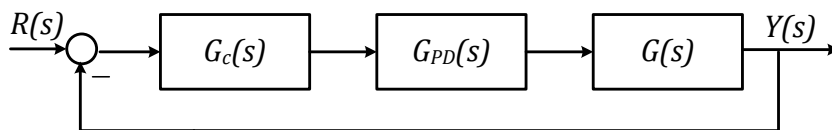

Figura 4: Sistem de control în buclă închisă
1. Proiectați un regulator proporțional-derivator (PD) ideal $G_{PD}(s) = K_P + K_D \cdot s$, astfel încât polii dominanți ai sistemului închis să fie localizați la $r_{1,2} = -3 \pm 3j$ (în Figura 4, pentru această etapă $G_c(s) = 1$).
3. Adăugați și calculați un regulator cu funcția de transfer $G_c(s) = \frac{s+z}{s+p}$, cu $0 < p < z$ (vezi Figura 4) pentru a obține o constantă a erorii staționare la viteză $K_{vcomp} = 10K_v$.